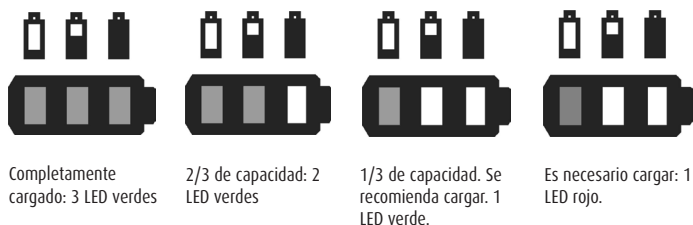

Figura 32. Indicación de batería en panel de control.
- El indicador de batería se muestra en el control manual (Ver figura 32).